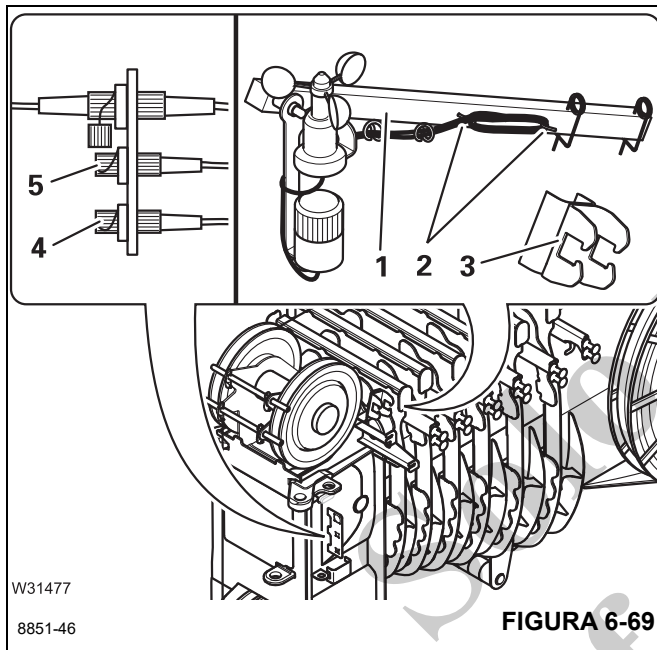

FIGURA 6-69
- Retire el enchufe y tape los receptáculos (4), (Figura 6-69), y (5), (Figura 6-69), con las tapas protectoras.
- Enrolle el cable sobre los sujetadores (2), (Figura 6-69).
- Retire la varilla (1), (Figura 6-69), del sujetador (3), (Figura 6-69).
- Para el transporte, fije los pasadores de retención en la varilla (1).